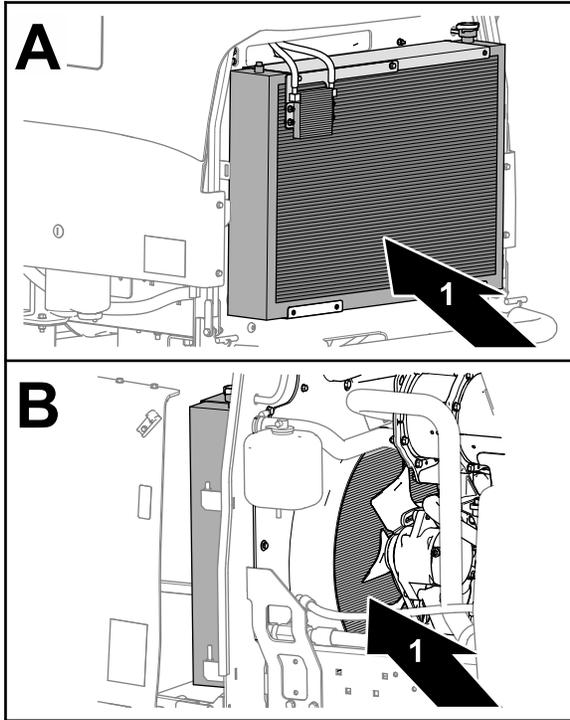

図 68
7. ラジエーターとオイルクーラー **図 68** の両側を圧縮空気で徹底的に清掃する。